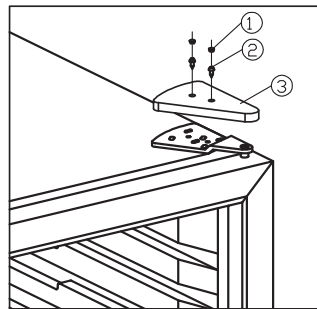

fig. 7.1
- Fjern gummipropperne og hængselafdækningen. Se fig.7.1